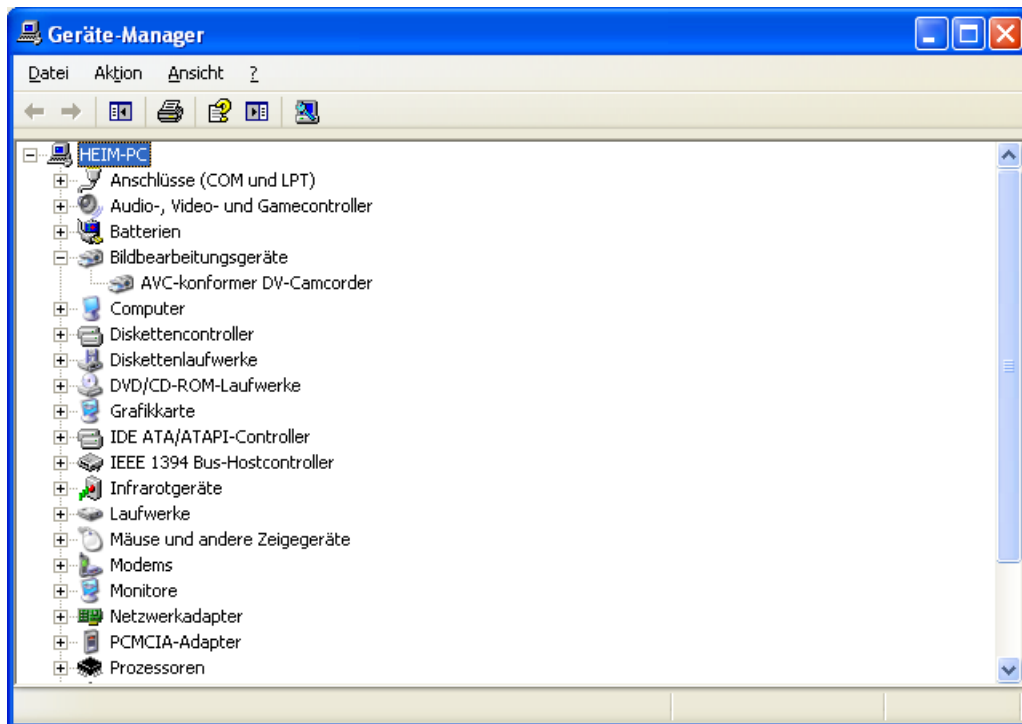

Abb. 113:
- Öffnen Sie die Systemsteuerung. Doppelklicken Sie auf das Symbol **System**, um den Dialog **Systemeigenschaften** zu öffnen, und wählen Sie die Registerkarte **Hardware**. Klicken Sie dort auf die Schaltfläche **Geräte-Manager**. Dadurch wird der Geräte-Manager geöffnet (Abb. 113). Wenn der DV-Camcorder eingeschaltet mit dem PC verbunden ist, muß in der Geräte-Liste ein Eintrag **Bildbearbeitungsgeräte** zu finden sein. Wenn Sie auf das Pluszeichen vor diesem Eintrag anklicken, wird ein Untereintrag gezeigt: **AVC-konformer DV-Camcorder** oder [Markenname] **DV-Camcorder**.